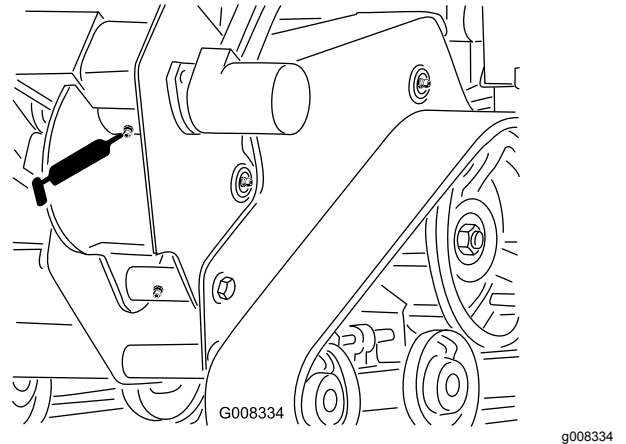

Figure 27
3. Nettoyez le graisseur du carter de la trancheuse avec un chiffon et raccordez-y une pompe à graisse (Figure 27).